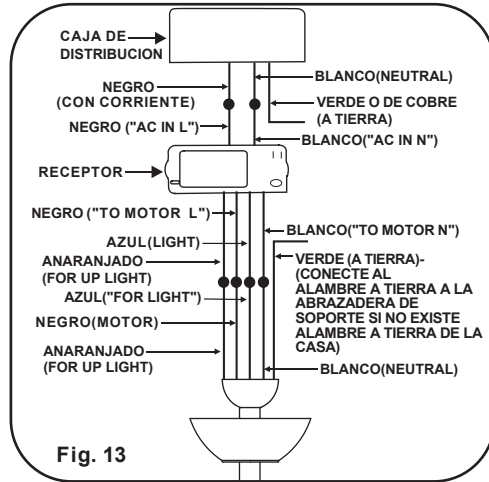

Fig. 13
NOTA: Si su ventilador incluye una lampara superior "UP LIGHT": Conecte el alambre Anaranjado del ventilador al alambre Anaranjado del Receptor marcado "For Up Light" del Receptor. Si no lo incluye entonces descarte este paso de las instrucciones y proceda a asegurar las conexiones con los conectores de plastico proveidos. (Fig. 13)
Paso 3. Haga las conexiones de la caja de distribucion a el Receptor de la manera siguiente; Conecte el Alambre blanco (neutral) de la caja de distribucion al alambre blanco marcado "AC in N" del receptor. Conecte el Alambre Negro (corriente) de la caja de distribucion al alambre Negro marcado "AC in L" del Receptor. Asegure las conexiones con los conectores de plastico proveidos. (Fig. 13)
Paso 4. Si su caja de distribucion tiene un alambre a tierra (verde o cobre) conéctelo a los alambres a tierra (verdes) de la Esfera de Soporte y la Abrazadera de Montaje. Si su caja de distribucion no tiene un alambre a tierra, entonces unicamente conecte los dos alambres a tierra de la Esfera de Soporte y la Abrazadera de Montaje. Asegure la conexion con un conector de plastico proveido. (Fig. 13)